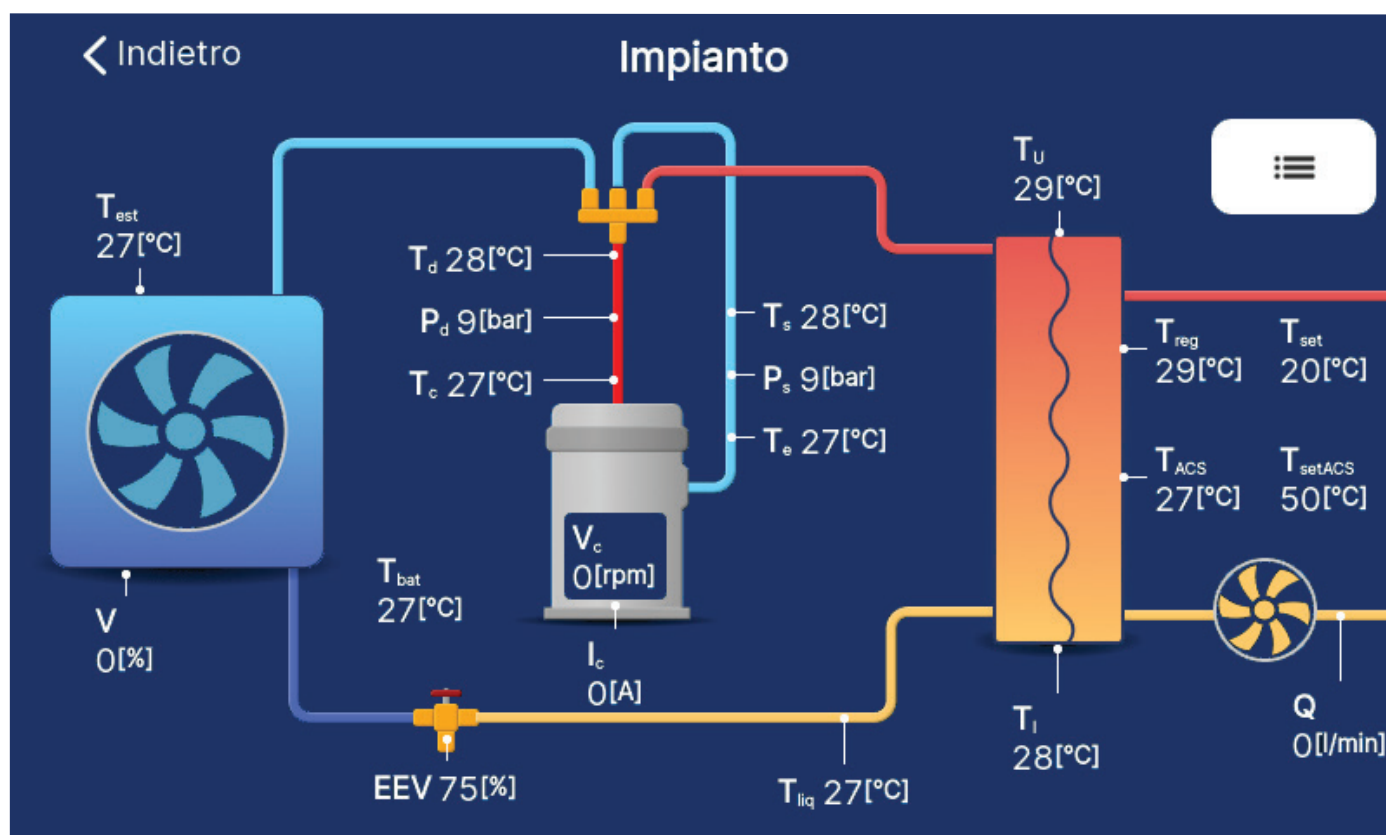

Figura 6-26 - Diagramma impianto
- 1.-Per visualizzare tutti i parametri di funzionamento (Valori correnti) premere l'icona ☰, che si trova in alto a destra rispetto allo schema impianto (Figura 6-26).